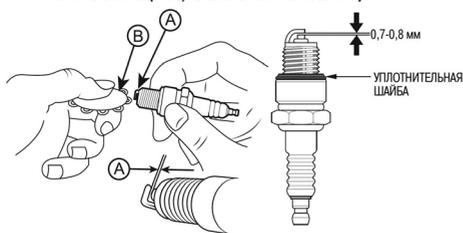

Рис. 19. Проверка зазора между электродами
5. Измерьте зазор А между электродами свечи зажигания специальным щупом В. Зазор должен быть 0,7-0,8 мм (Рис. 19). При увеличении или уменьшении требуемого зазора, рекомендуется заменить свечу, так как регулировка зазора может привести к изменению качества искрообразования.